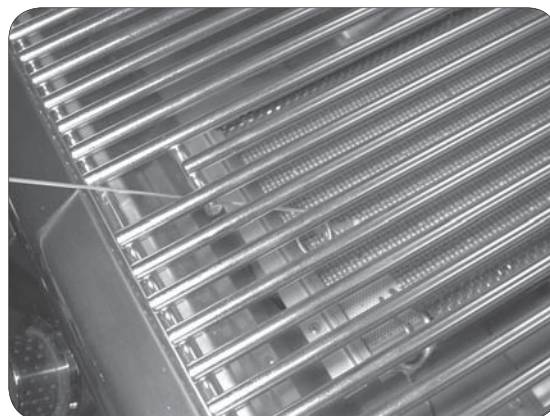

Fig. 12-2 - Éclairage manuel
2. Insérez un allumeur brûlant de butane de long-baril, une allumette brûlante de long-tige, ou une allumette brûlante tenue par un support de prolongation de fil par la grille à cuire s'ouvrant au dessus du brûleur (fig. 12-2).
4. Si le brûleur ne s'allume pas, enfoncez immédiatement le bouton et tournez la valve à AU LOIN. ATTENDEZ CINQ (5) MINUTES avant de répéter les étapes 2 à 4 des instructions manuelles d'éclairage.